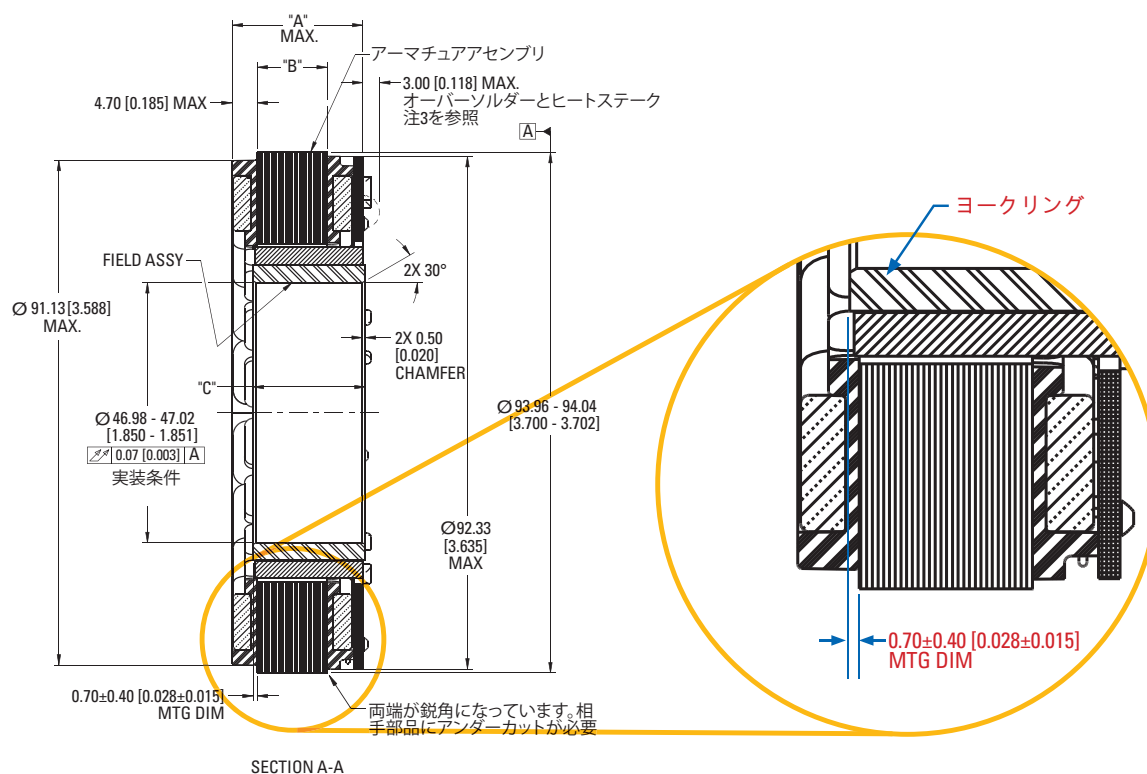

図 10-4 TBM2G-068XXX-XXXX-00の概略寸法に表示されている取り付け寸法の図 この寸法は、積層スタックの左側のエッジからヨーク素材（非磁性）の左側のエッジまでを測定したものです。
- 図 10-4 の TBM2G-068XXX-XXXX-00 概略寸法に記載された TBM2G-06813-00 の寸法。